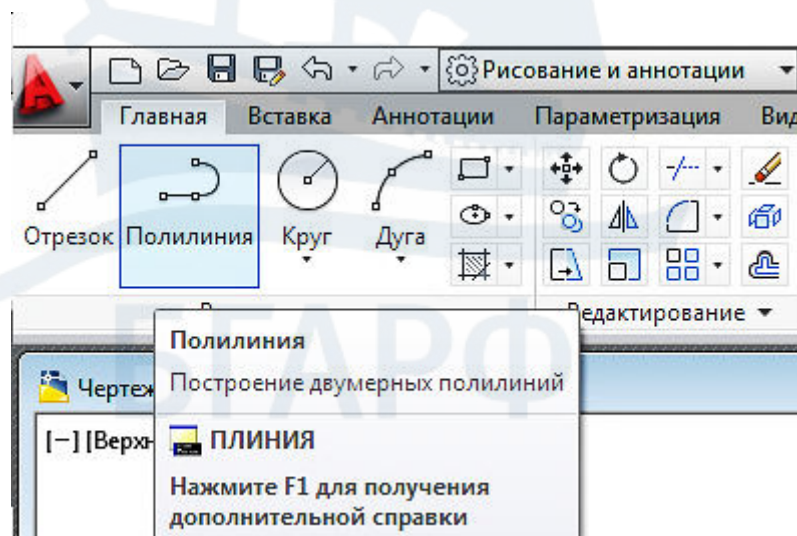

Рис. 130
- нажатием на кнопку  **Полилиния** на панели инструментов **Рисование** на вкладке **Главная** ленты инструментов (рис. 130);